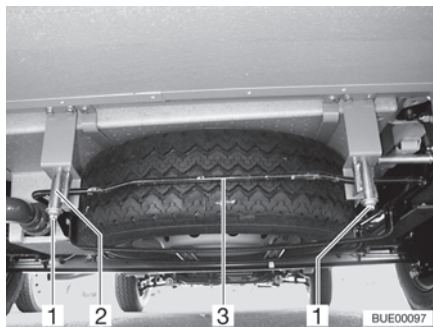

Fig. 200 Supporto per la ruota di scorta (cestino di alloggiamento)
- Allentare i dadi (Fig. 200,1) sul gancio destro e sinistro (Fig. 200,2) del supporto per la ruota di scorta.
- Premer leggermente la staffa (Fig. 200,3) verso l'alto. Contemporaneamente spingere il gancio verso il basso e sganciare la staffa.